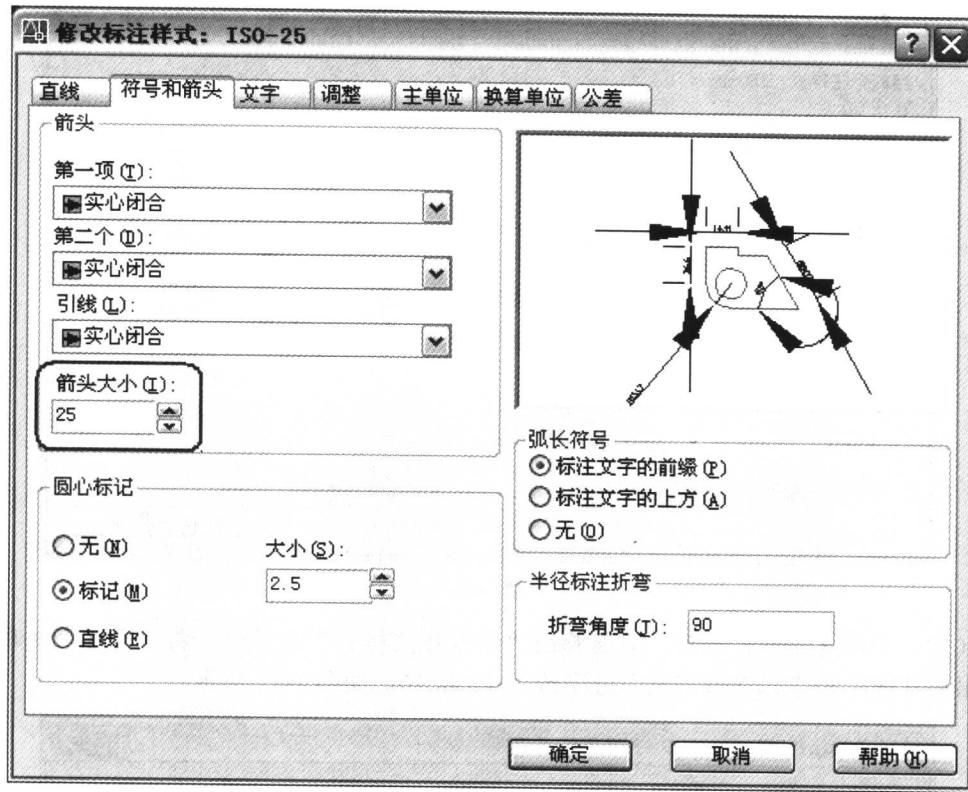

图 1-13
(13) 将“符号与箭头”项中的“箭头大小”改为 25，如图 1-13 所示。